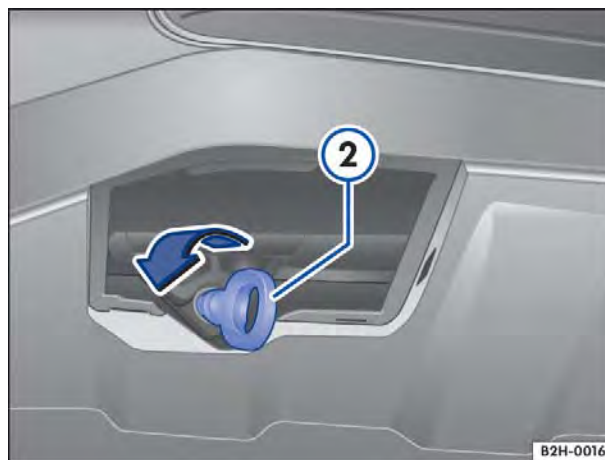

Fig. 184 No para-choque dianteiro à direita: rosquear a argola de reboque.
- Girar a argola de reboque ⇒ **Fig. 184** ② tão firmemente quanto possível **para a esquerda** no alojamento ⇒ ①. Utilizar um objeto apropriado com o qual a argola de reboque possa ser rosqueada totalmente e com firmeza no alojamento.